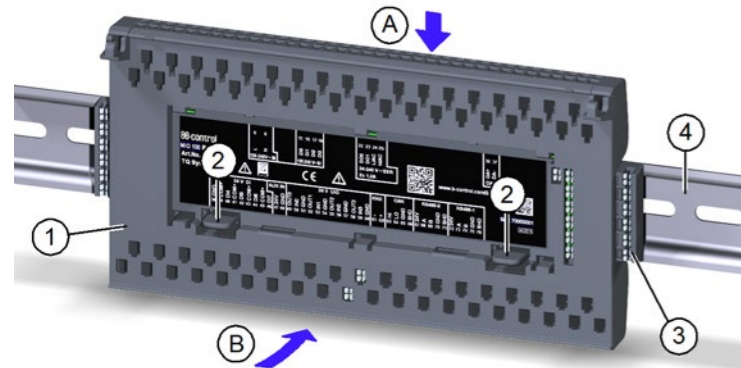

Abb. 4: Backplane auf Hutschiene aufsetzen
- Orientieren Sie die Backplane (Pos. 1 in Abb. 4) so, dass die beiden Laschen (Pos. 2 in Abb. 4) unten sind.
- Haken Sie die Backplane schräg von oben (Pos. A in Abb. 4) an der Oberkante der Hutschiene (Pos. 4 in Abb. 4) ein.
- Drücken Sie die Backplane (Pos. 1 in Abb. 4) vorsichtig gegen die Hutschiene (Pos. 4 in Abb. 4), bis sie einrastet (Pos. B in Abb. 4).
- Auf dem letzten Modul in einer Hutschienenzeile und auf dem letzten Modul in der gesamten Installation darf kein Backplane Connector (Pos. 3 in Abb. 4) gesteckt sein.
- Sie können die Backplane wieder von der Hutschiene lösen, indem Sie die beiden Laschen (Pos. 2 in Abb. 4) etwas nach unten drücken und die Backplane nach oben schwenken.